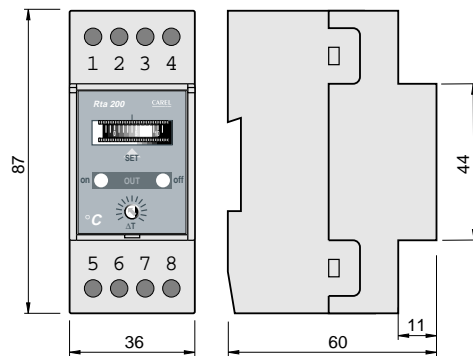

Fig. 4
**Case dimensions:** 2 DIN modules (see figure 4)
**Dimensions de la boîte:** 2 modules DIN (voir figure 4)